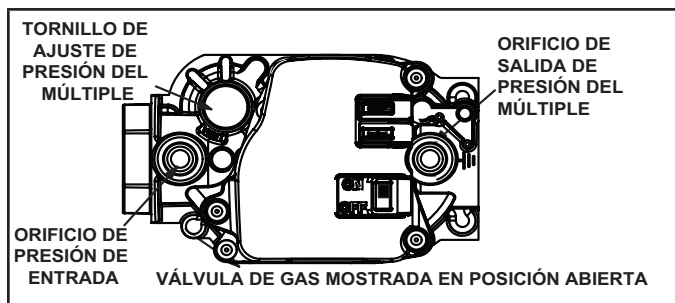

Figura 32
Funcionamiento de la válvula de gas (Figura 32)
- 6 - Mueva el interruptor en la válvula de gas a **APAGADO**. No lo fuerce. Ver la Figura 32.
- 8 - Mueva el interruptor en la válvula de gas a la posición ON (encendido). No lo fuerce. Ver la Figura 32.